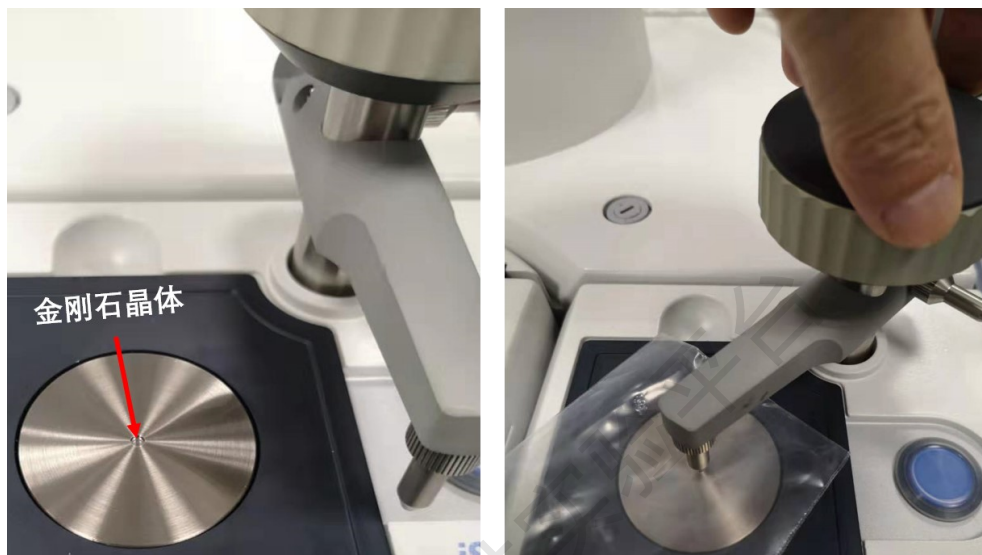

图 6-8 主机 ATR 模块装样过程
6.3.3.2 ATR 固体样品测试过程如图 6-8: 将样品放置于 ATR 模块上的金刚石晶体上面，通过旋转旋扭，压力杆会向下移动，一直旋转旋扭直至听到“咔”一声，此时保证了样品与金刚石晶体的紧密接触。液体样品只需将样品直接滴在金刚石晶体表面，压力杆不要接触液体。